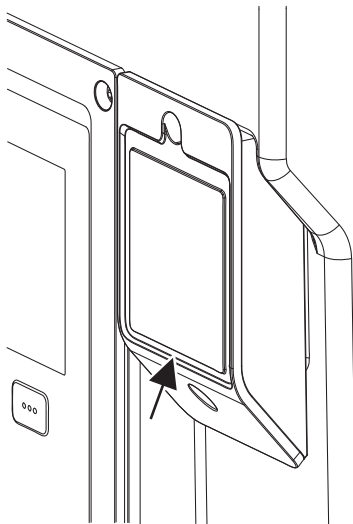

Fig. 27: Kansi Wilo-Smart Connect BT -moduulille
1. Löysää Wilo-Smart Connect -moduulin kannen ruuvi (Fig. 27) ja avaa kansi.
Rakenteen vuoksi Wilo-Smart Connect BT -moduuli voidaan liittää vain yhdessä suunnassa. Itse moduulia ei kiinnitetä muulla tavoin. Wilo-Smart Connect -moduulin kansi (Fig. 27) elektroniikkamoduulin yläosan päällä pitää moduulin kiinni rajapinnassa.